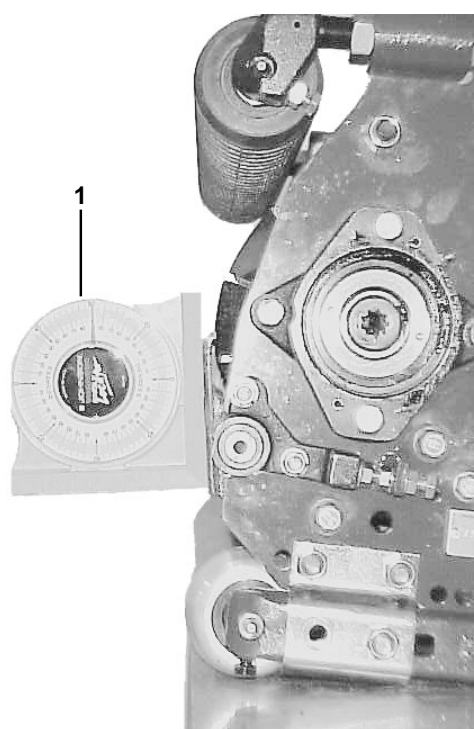

Figure 15
2. Placez un indicateur d'angle (Réf. Toro 99-3503) sur la contre-lame et enregistrez son angle (Fig. 15).